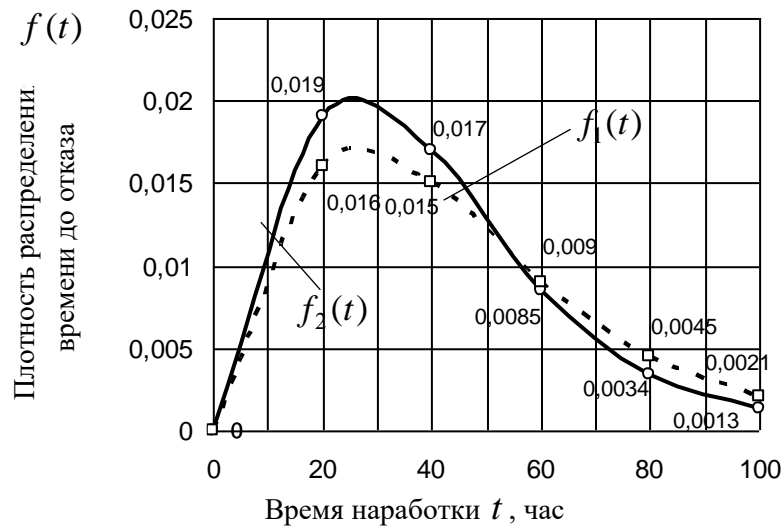

Рис. 6. Зависимости плотности распределения времени до отказа изделий от времени наработки
3. Определяем плотность распределения времени до отказа каждого изделия в интервале наработки до $t=100$ час через равные интервалы времени. Результаты расчетов записываем в табл. 3 и строим по ним график зависимости плотности распределения времени до отказа от времени наработки (рис. 6).
Выводы: Как видно из графиков (рис. 6) в диапазоне наработки от $t=0$ час до $t=60$ час плотность распределения времени до отказа для второго изделия $f_2(t)$ в 1,18...1,13 раза меньше, а в диапазоне наработки от $t=60$ час до $t=100$ час она увеличивается в 1,05...1,60 раза.